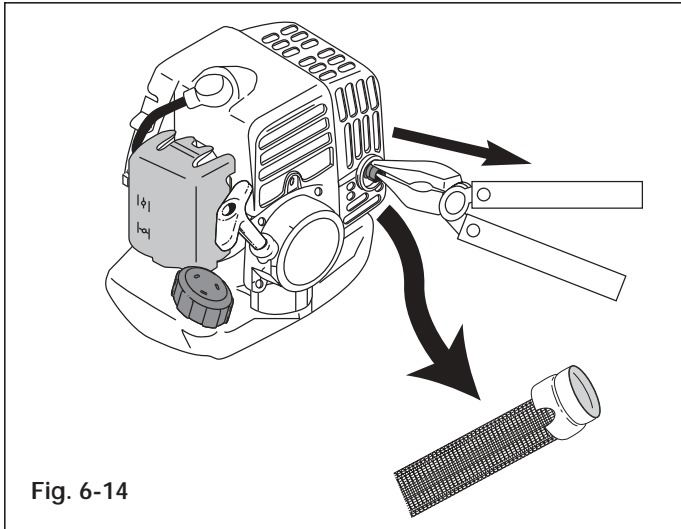

Fig. 6-14
- Utilisez une pince à bords effilés pour saisir le collet du pare-étincelles et retirez-le du silencieux (Fig. 6-14).